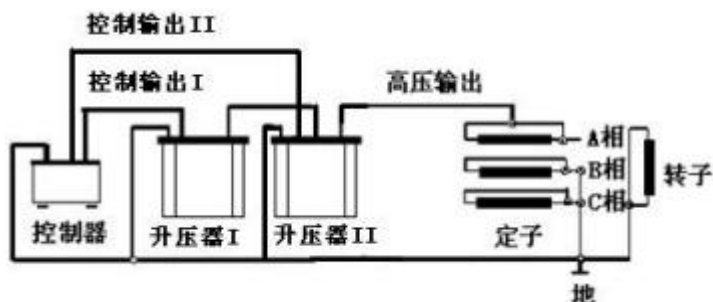

图 10 测量定子的某相连线图
2、连线方法：试验时应分相进行，被试相加压，非被试相短接接地。如图10所示